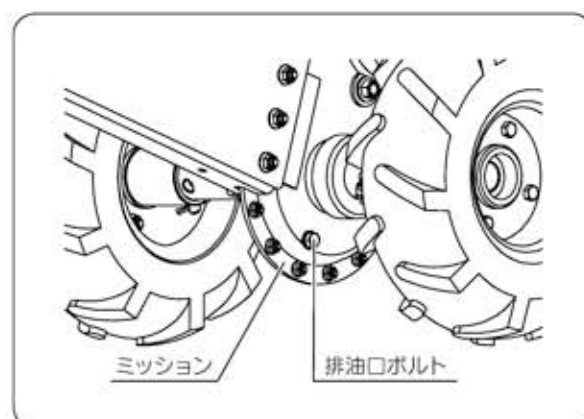

図35
- ② ミッションケース下部にある排油口ボルトを取外して汚れたオイルを流し出してください。(図35)
- ③ 給油口からミッションオイルをゆっくり給油してください。